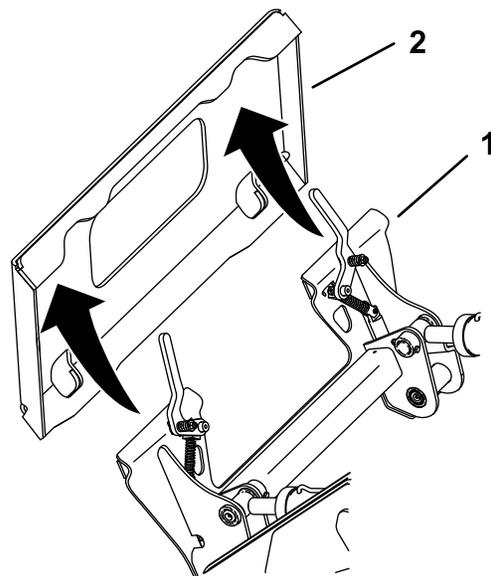

Рисунок 31
5. Вставьте монтажную пластину под верхнюю кромку установочной пластины навесного оборудования (Рисунок 31).